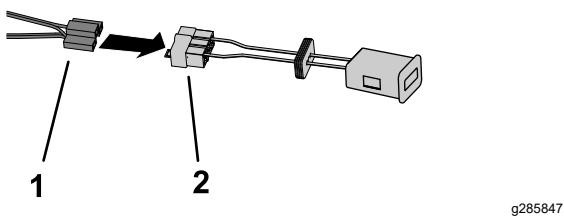

Figura 3
4. Ligue o conta-horas sem fios à cablagem do CHSF (Figura 3).